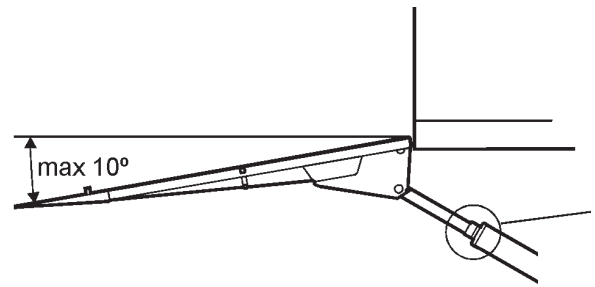

Abbildung 65. Der Neigungswinkel muss auf max. 10° eingestellt werden
1. Fahren Sie die Ladebordwand nach oben, bis sie an der Ladefläche anliegt. Abbildung 65.
3. Neigen Sie die Plattform bis max. 10 Grad unter die Horizontalebene ab. Abbildung 65.